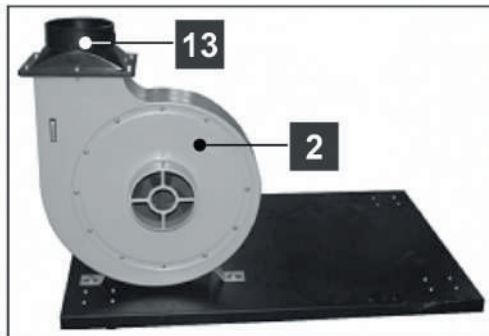

Рис. 14
- Закрепите болтами выходной переходник (13) на выходе корпуса вентилятора (2), установив между ними прокладку (рис. 14).